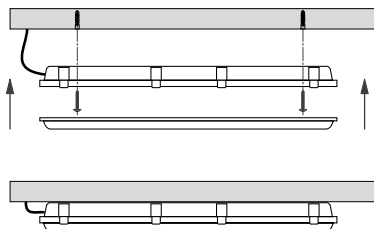

Рис. 3. Установка и подключение светильника накладным способом
- 3.5. Для накладного монтажа выберите место установки. Выполните разметку под скобы для светильника и закрепите их дюбель-гвоздями (рис. 3).